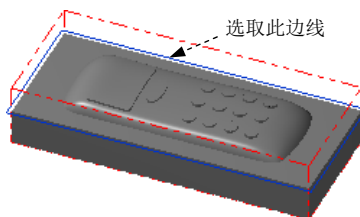

图 24.10 选取边界线
(2) 单击 **Containment boundary** 区域中的 按钮, 系统弹出“串连选项”对话框, 采用“串联方式”选取图 24.10 所示的边线。单击 ☒ 按钮, 系统返回至“刀具路径的曲面选取”对话框。单击 ☒ 按钮, 系统弹出“曲面残料粗加工”对话框。